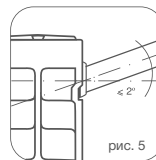

рис. 5
**! Во избежание аварии допустимое отклонение оси коллектора радиатора от подводящих труб не более  $2^\circ$  (рис. 5).**